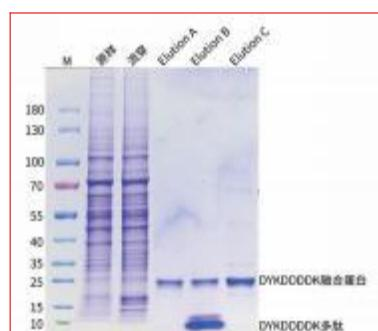

图 3.Magneti-QDYKDDDK 标签蛋白纯化试剂盒纯化胞内蛋白的 SDS-PAGE 电泳图
- 5) 对洗脱产物进行 SDS-PAGE 电泳，结果请见图 3。